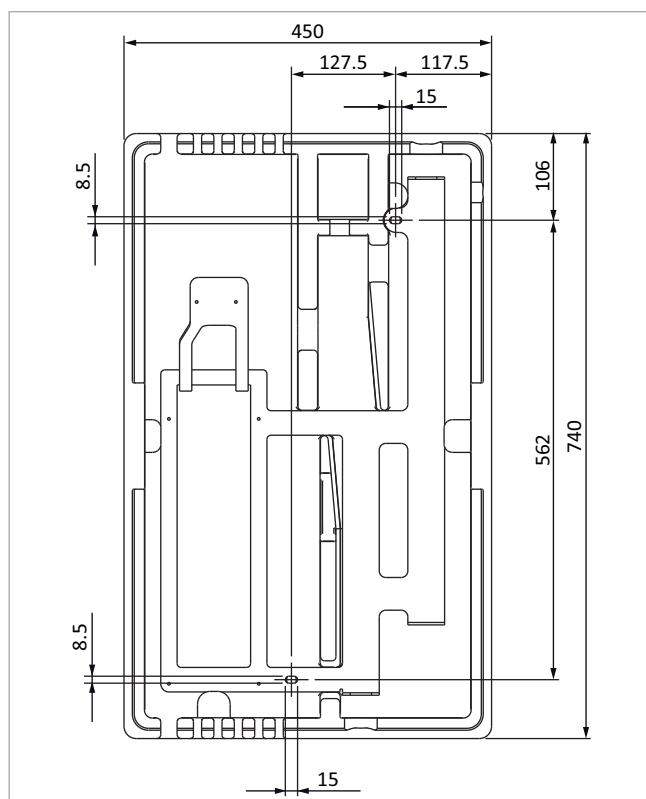

Abb. 6: Bohrschablone / Maße für Bohrlöcher
1. Zwei Löcher mit einem Durchmesser von 10 mm entsprechend → Abb. 6 anzeichnen, bohren und mit Spreizdübel versehen. Beim Anzeichnen darauf achten, dass die Station korrekt ausgerichtet ist.